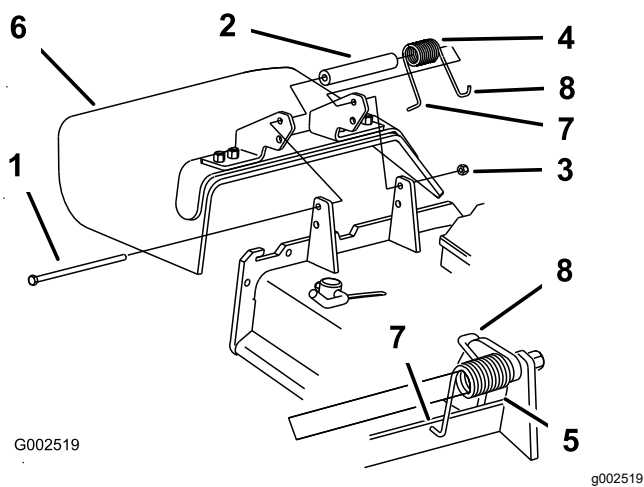

Figure 56
1. Retire la contratuerca, el perno, el muelle y el espaciador que sujetan el deflector a los soportes de pivote (Figure 56).
Remarque: Asegúrese de colocar el extremo en **L** del muelle detrás del reborde de la carcasa antes de instalar el perno, según muestra Figure 56.
5. Coloque el extremo en **J** del muelle alrededor del deflector de hierba (Figure 56).